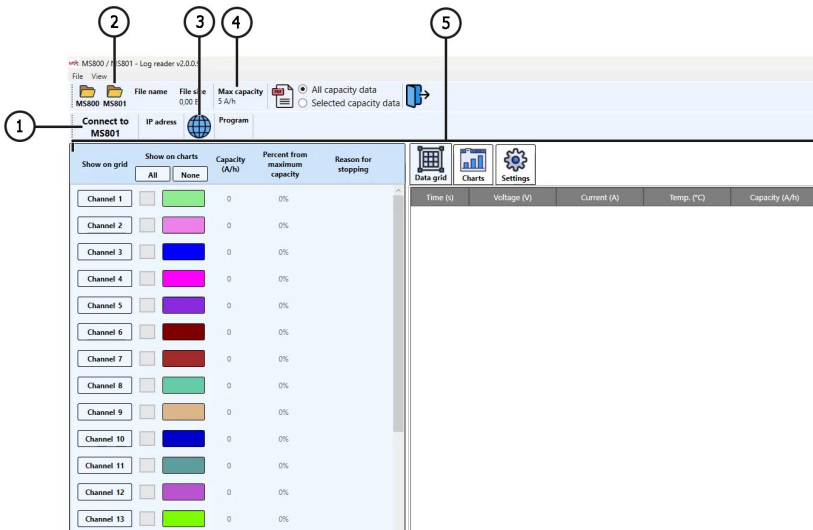

Рисунок 24
1. Запустіть програму **TesterLogReader**. Вікно програми містить (рис. 24):